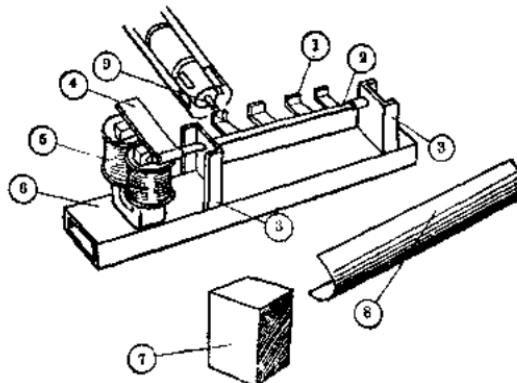

图 7-9
发射机构是这个光电自动跟踪火箭模型的关键部分之一，它的结构见图 7-9。①是它的发射钩，四个发射钩焊在轴②上。轴②安装在支架③上，轴②的一端还焊上衔铁④。衔铁④的下而是电磁铁⑤，它焊在横梁⑥上。发射机构的电磁铁结构和光电机械计数器上的电磁铁一样，可以参照图 5-10 的样子和尺寸去做，绕的线圈也和它一样，这里就不再重复介